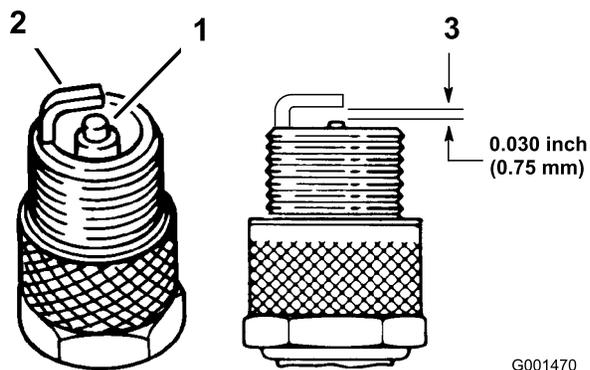

Figura 26
1. Mire la parte central de las bujías (Figura 26).
3. Compruebe la separación entre los electrodos central y lateral (Figura 26).
4. Si la distancia no es correcta, doble el electrodo lateral (Figura 26).
**Nota:** Compruebe que la distancia entre los electrodos es correcta (Figura 26).
3. Conecte los cables a las bujías (Figura 26).